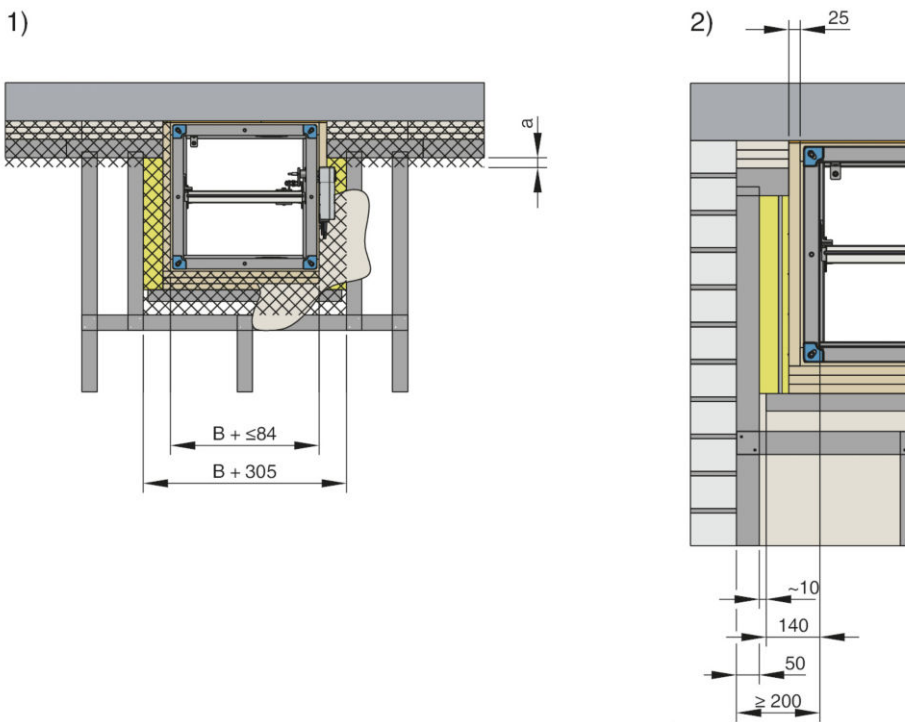

Abb. 69: Trockeneinbau in Leichtbauwand mit gleitendem Deckenanschluss
1. ▶ Deckenanschlussstreifen (7.21) und Deckenanschlussprofil (7.22) entsprechend Herstellerangaben anbringen. Deckenunebenheiten ausgleichen. Zur Montage der Dübel und Gewindestangen (5.4) den Einbaubereich der Brandschutzklappe (1) dabei aussparen (min. $B + 933$ mm [bzw. bei direkter Montage zweier Brandschutzklappen nebeneinander min. $B_1 + B_2 + 140$ mm + 933 mm]). Das Deckenanschlussprofil (7.22) beidseitig ≥ 50 mm kürzer als die Deckenanschlussstreifen (7.21) ausführen. Deckenanschlussstreifen (7.21) und Deckenanschlussprofil (7.22) sind nach der zu erwartenden Deckenabsenkung auszuwählen.
2. ▶ Bohrungen für Metalldübel herstellen und Dübel setzen Abmessungen siehe Abb. 69 bzw. 72.
3. ▶ Deckenanschlussstreifen (7.21) nach Zeichnung herstellen und an der Decke befestigen. Die Maße sind abhängig vom bauseitig ausgeführten Deckenanschluss. Zur Montage der Brandschutzklappe (1) ist ein Bereich von $B + 133$ mm (bzw. bei direkter Montage zweier Brandschutzklappen nebeneinander $B_1 + B_2 + 140$ mm + 133 mm) freizuhalten. Deckenunebenheiten sind auszugleichen.
6. ▶ Brandschutzklappe (1) mit dem vormontierten U50-Profil (7.4) an den Gewindestangen (5.4) befestigen. Die zugehörigen Muttern (5.4) soweit anziehen, dass die Brandschutzklappe mit dem Einbausatz fest an der Decke eingespannt ist.
7. ▶ Brandschutzklappe (1) mit weiterem U50-Profil (7.4) im Bereich des Verlängerungsteils (9.2) an der Decke befestigen.
9. ▶ Nach dem Einbau der Brandschutzklappe kann das Ständerwerk der Wand aufgebaut bzw. vervollständigt werden. Der Aufbau erfolgt nach Herstellerangaben. Beim Aufbau der Wand sind die in den Zeichnungen aufgeführten Maße einzuhalten. Bei der Wandbeplankung ist darauf zu achten, dass im markierten Schutzbereich, siehe Abb. 69/1) keine Verschraubung erfolgt. Die Wandbekleidung muss seitlich bis auf ≤ 2 mm an den Einbausatz herangeführt werden.